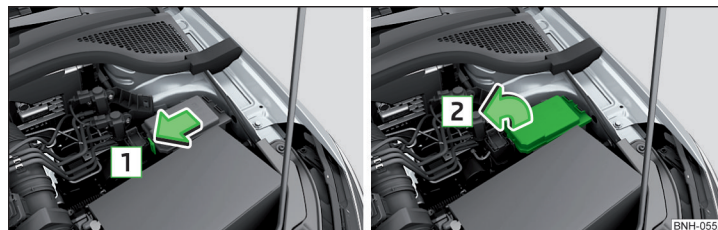
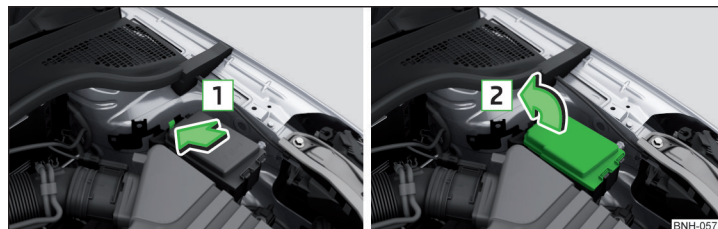

Fig. 259 Capacul panoului de siguranțe - varianta 1
Fig. 260 Capacul panoului de siguranțe - varianta 2
- Apăsați tasta de blocare a capacului în sensul săgeții **1** » fig. 259 sau » fig. 260 și scoateți capacul în sensul săgeții **2**.